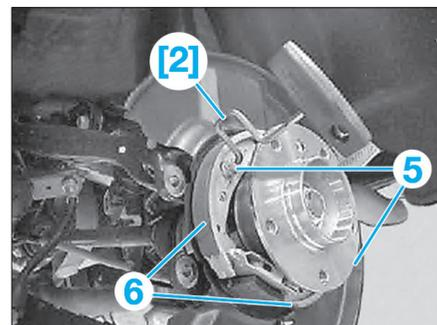

Fig. 25
- Décrocher le ressort de rappel (4).
- Tourner les tiges de maintien (5) de 90° avec l'outil [2] et les déposer (Fig.25).
- Déposer les segments de frein (6).